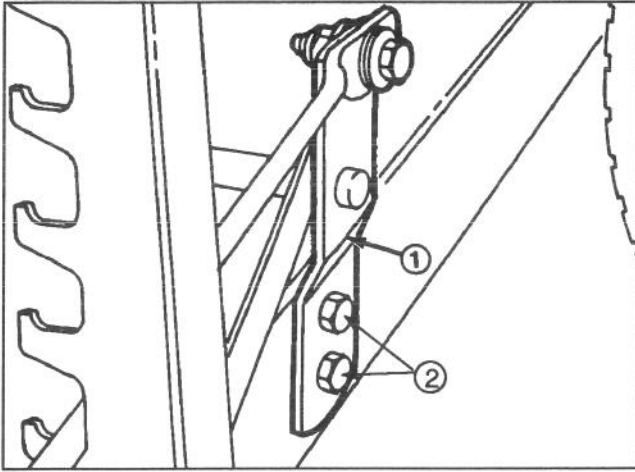

Abbildung 30
5. Wenn die Messerspitzenhöhe nicht innerhalb von 3 mm gleich sind, das Mähwerk durch Lockern des Schnitthöheneinstellprofils und Anheben des Profils abgleichen (Abb. 30).